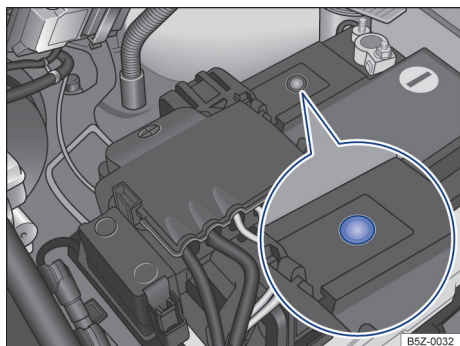

Fig. 157 No compartimento do motor: exemplo de posição do visor no lado superior da bateria do veículo.
- O visor redondo → Fig. 157 na parte superior da bateria do veículo muda de cor conforme o nível de eletrólito.